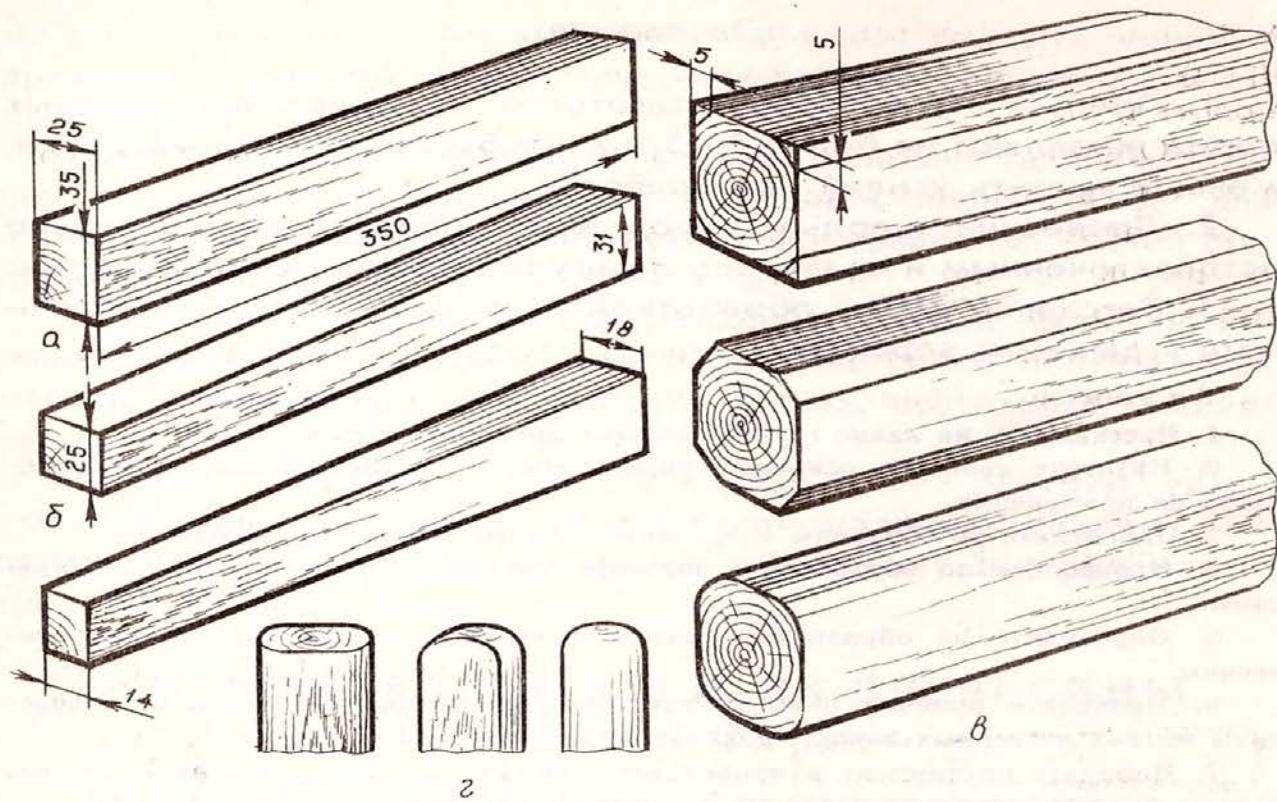

Рис. 51. Изготовление ручки для молотка:
3. Выпилить заготовку (рис. 51, а).
4. Выстругать по размеру, указанному на чертеже. Сначала обработать широкую сторону, затем узкую и после разметки две оставшиеся стороны (рис. 51, б).
5. Придать заготовке овальное сечение, для чего после разметки выстругать фаски и закруглить грани на глаз (рис. 51, в). Подогнать узкий конец ручки к отверстию молотка.
7. Обработать торец ручки. Сначала срезать углы стамеской, а затем скруглить их напильником (рис. 51, г).